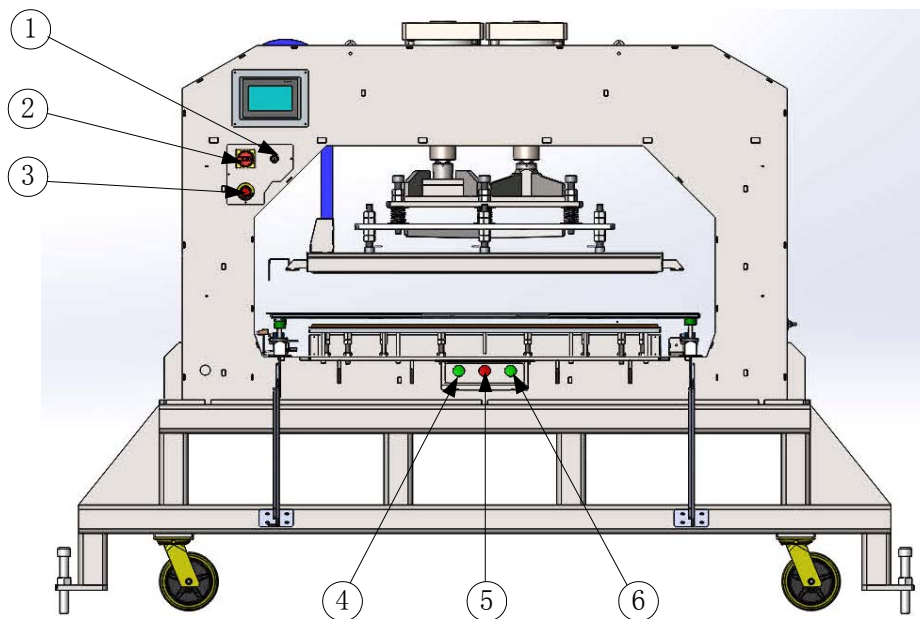

图 22 手动操作介绍
1. 旋转空气调节过滤器上的调压阀旋钮（图 22 中 7），可调整进气压力的大小。
2. 旋转气缸下压调压阀上的旋钮（图 22 中 9），可调整加压压力的大小。